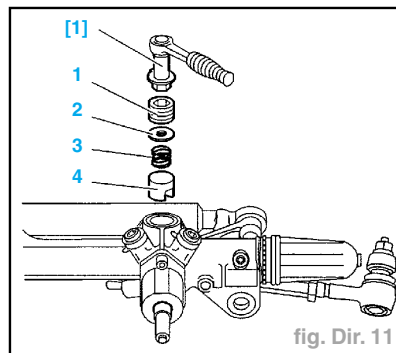
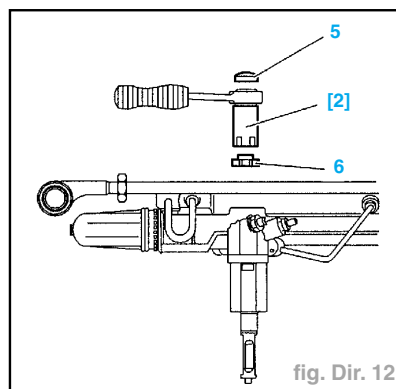

fig. Dir. 11
fig. Dir. 12
- Dessertir le bouchon (1) (fig. Dir. 11) .
- le bouchon (1) ; à l'aide de la douille [1] (réf. 4610-TL),
- la cale (2),
- le ressort (3),
- le poussoir (4).
- Déposer (fig. Dir. 12) :
- le bouchon (5),
- l'écrou (6) ; à l'aide de la douille [2] (réf. 4610-TM) (maintenir la queue du pignon de direction).
- Reposer (fig. Dir. 12) :
- l'écrou (6) (neuf) : serrer à 1,5 daN.m à l'aide de l'outil [2],
- le bouchon (5) (neuf) (à l'aide d'un maillet).
- Nettoyer et lubrifier le poussoir (4), à la graisse multifonctions **TOTAL MULTIS G6**.
- Reposer (fig. Dir. 11) :
- le poussoir (4),
- le ressort (6),
- le bouchon (1).
- serrer le bouchon (1) à 1 daN.m,
- desserrer le bouchon (1) de 1/4 de tour.
- Freiner le bouchon (1).